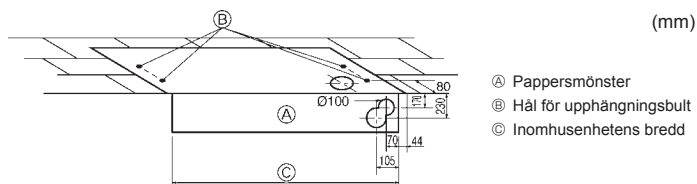

Fig. 3-3
3) Val av lägen för upphångningsbultar och rör (Fig. 3-3)